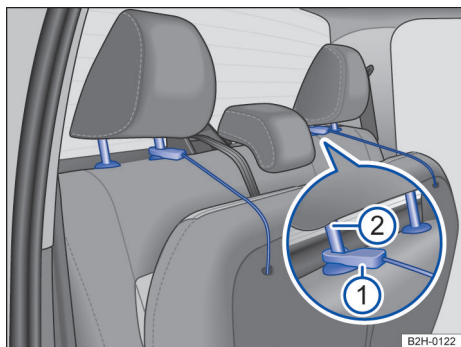

Fig. 62 Banco traseiro: fixar a superfície do banco nos apoios para cabeça.
- Se necessário, deslocar o apoio da cabeça para cima → Página 28 e encaixar a cinta de fixação → Fig. 62 ① na haste interna do apoio para cabeça ②.